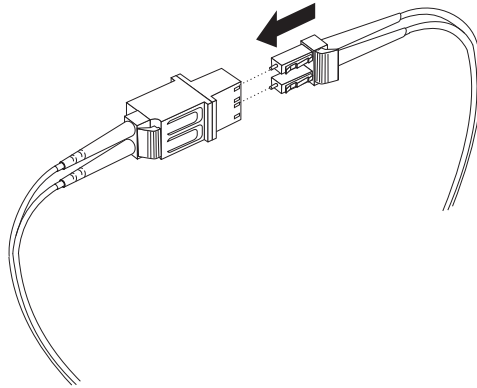

Abbildung 25. LC-LC-Kabel mit einem LC-SC-Kabeladapter verbinden
4. Stecken Sie vorsichtig das andere Ende des LC-LC-Kabels in den LC-Anschluss des LC-SC-Kabeladapters, wie in Abb. 25 dargestellt. Drücken Sie das Kabel in den Anschluss, bis es einrastet.